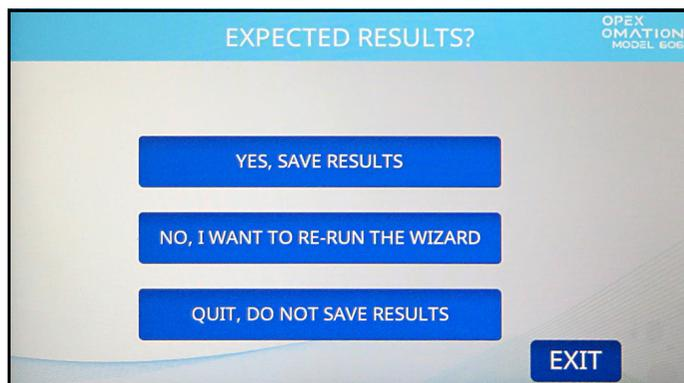

図 6-28 : 結果の保存
13. ソートウィザードの最後のプロンプトで結果が保存されます (図 6-28)。 **YES, SAVE RESULTS** を押します。